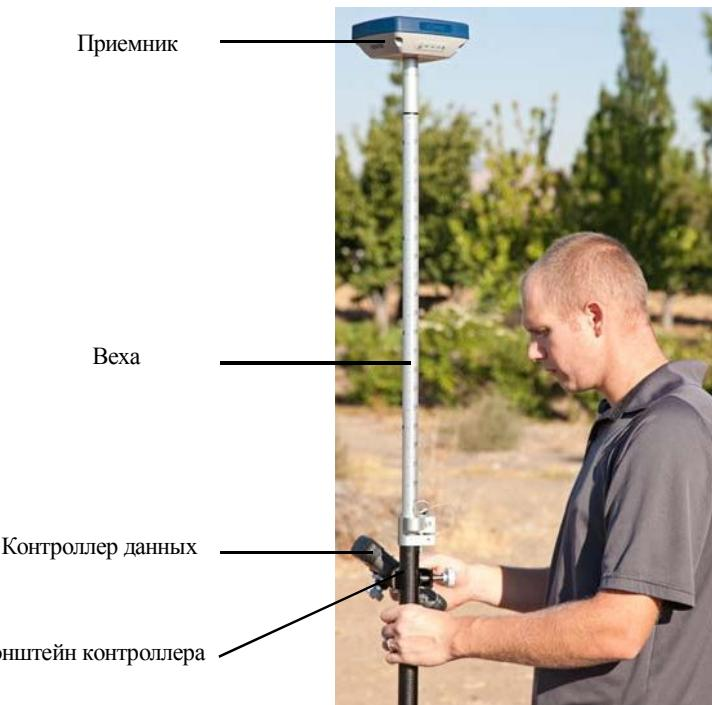

Рис. 17: Ровер RTK
1. Установите приемник на вехе, как показано на Рис. 17.